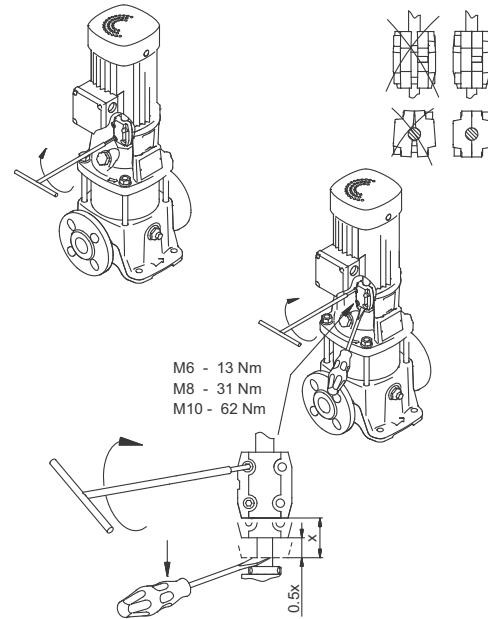

Fig. 17 Ajuste del acoplamiento para bombas CRT 2, 4, 8 y 16
3. Use un destornillador grande para levantar el eje de la bomba introduciendo la punta bajo el acoplamiento y elevando con cuidado el acoplamiento tanto como sea posible. Consulte la fig. 17.